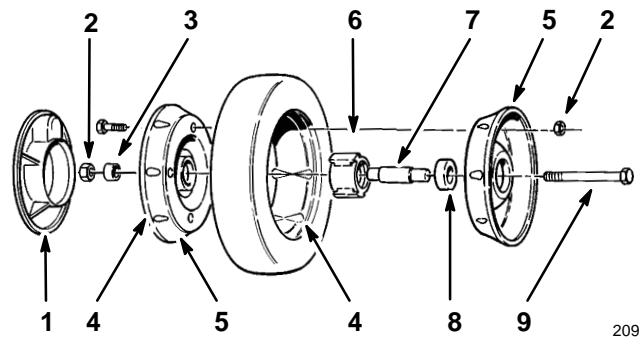

Figure 29
**Remoción (Fig 29)**
3. Retire (4) tornillos de cabeza y tuercas de seguridad para separar las dos mitades de la rueda del neumático.
**Montaje (Fig 29)**